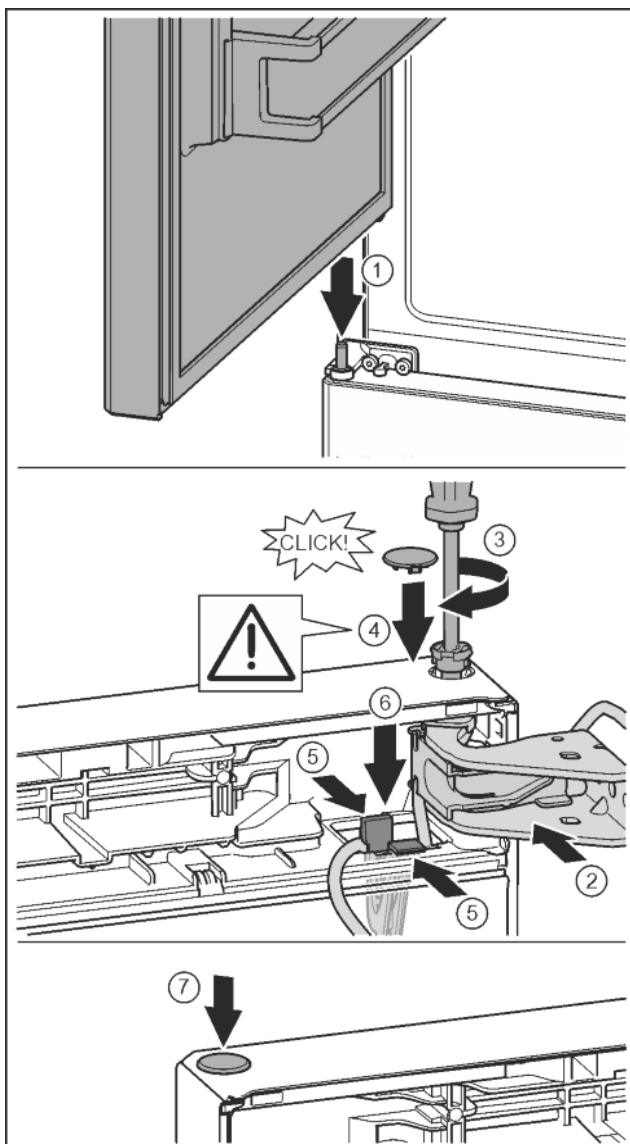

Fig. 37
- ▶ Obere Tür auf mittleren Lagerbolzen setzen Fig. 37 (1)
- ▶ Tür oben zur Öffnung im Lagerbock ausrichten. Fig. 37 (2)
- ▶ Bolzen einsetzen und mit Schraubendreher T15 festschrauben. Fig. 37 (3)
- ▶ Sicherungsabdeckung zur Sicherung der Tür montieren: Sicherungsabdeckung einsetzen und kontrollieren ob sie auf der Tür aufliegt. Ansonsten Bolzen vollständig einsetzen. Fig. 37 (4)
- ▶ Halter mit daran befestigtem Kabel in Öffnung einsetzen. Dabei muss die Lasche mit der längeren Öffnung nach vorne zeigen. Fig. 37 (5)
- ▶ Halter nach unten drücken bis die Lasche einrastet. Fig. 37 (6)
- ▶ Stopfen einsetzen. Fig. 37 (7)